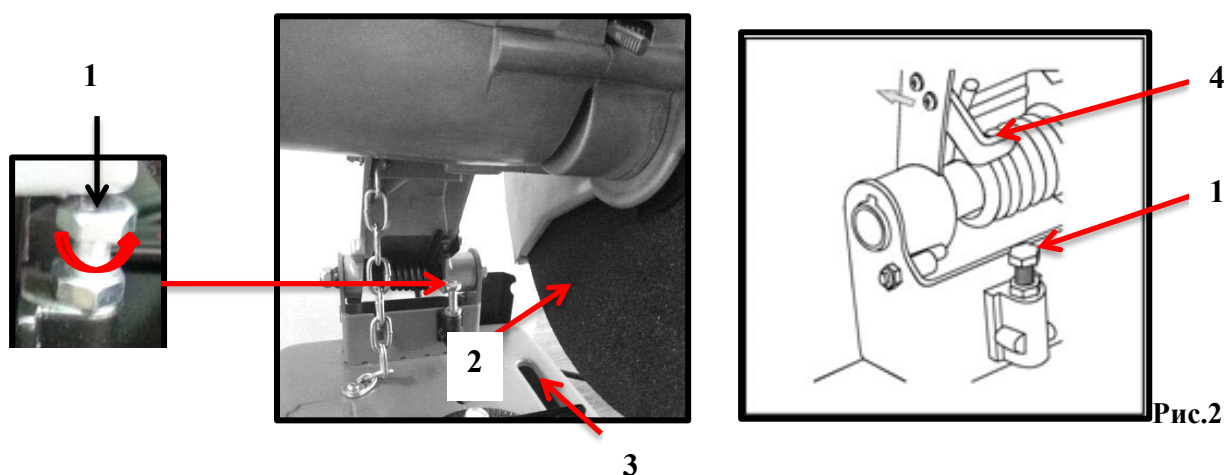

Рис.2
Максимальная глубина резки контролируется с помощью регулировки ограничителя глубины **1** (рис.2).
2. Ослабьте стопорную гайку ограничителя глубины **1** (рис.2) с помощью прилагаемого гаечного ключа.
3. Поверните винт ограничителя глубины **1** (рис.2), чтобы поднять или опустить его. Отрегулируйте так, чтобы отрезной круг **2** (рис.2) входил в паз в основании стола **3** (рис.2) не более чем на 5 мм при полностью опущенном кронштейне, а упор кронштейна **4** (рис.2) соприкасался с верхом винта ограничителя глубины.